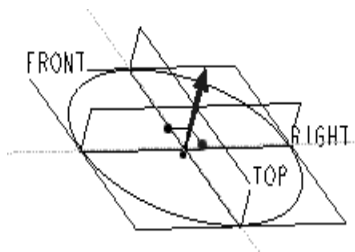

图 10 定义深度
(7) 指定盲孔深度定义。输入 52mm。如图 10 所示。